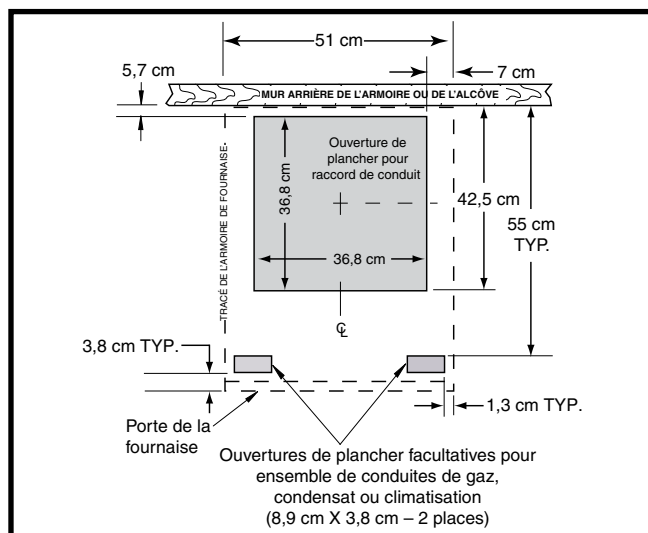
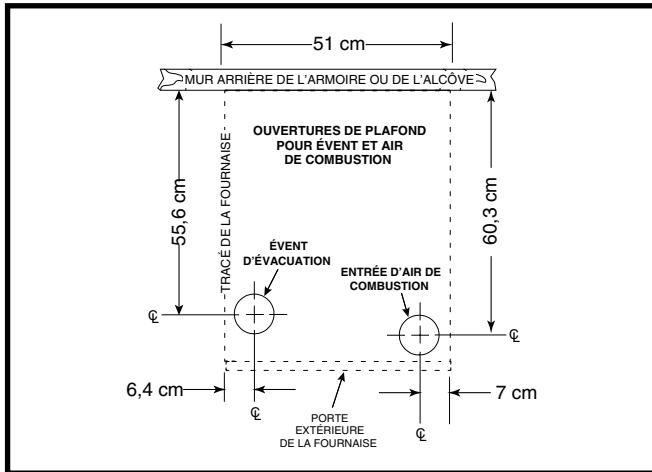

Figure 9. Dimensions de l'ouverture de plancher
Figure 10. Dimensions de l'ouverture de plafond
Pour positionner les conduits standard, consultez la Figure 9. Pour les conduits circulaires, consultez la Figure 10.
- Mesurez à partir du mur arrière ou de l'alcôve et marquez la ligne centrale du trou dans le plancher. En utilisant la ligne centrale comme point de départ, tracez le reste du trou pour les conduits en fonction des dimensions montrées à la Figure 9.
- Mesurez et percez un trou de gaz et une ouverture pour le serpent de refroidissement (s'il y a lieu). Voyez la Figure 9 et la Figure 10.
Les ouvertures dans le plafond et le toit doivent être positionnées soigneusement pour prévenir les erreurs d'alignement entre la fournaise, les conduits d'air de combustion et les conduits d'évacuation. Voyez la Figure 10.
- En utilisant les lignes centrales comme point de départ, tracez le reste du trou pour les conduits en fonction des dimensions montrées à la Figure 10.